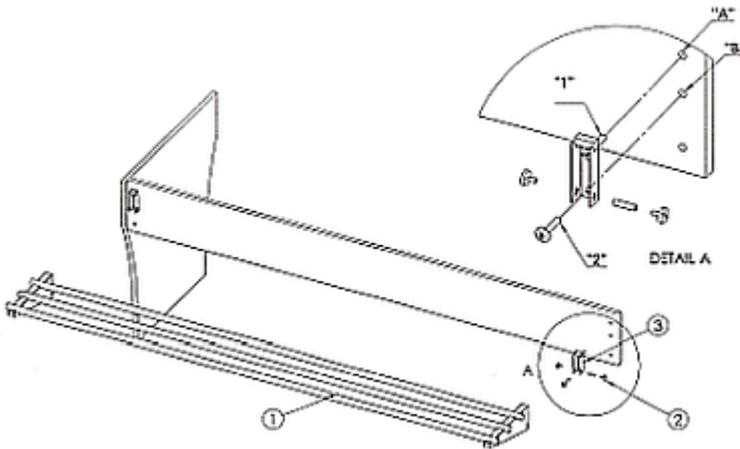

Fig. 4
1. Aproveche los orificios "A" y "B" (orificios 1. y 2. en el panel de madera en la parte superior) para montar el soporte ③ (fig. 4).
3. Fije el soporte ③ en el panel de madera, enroscando el tornillo "1" en el orificio "A" y el tornillo "2" con el orificio "B".
4. Coloque el estante deslizable ① en los soportes y fíjela con el tornillo de distancia suministrado ②.